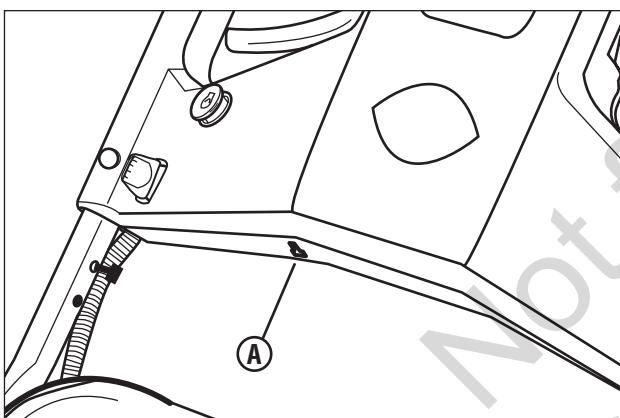

Figure 11 : Point d'accès de recharge de la batterie
1. À l'aide du chargeur fourni, brancher le connecteur du chargeur dans le point d'accès de recharge de la batterie (A, Figure 11). Brancher le chargeur dans une prise murale et recharger la batterie pendant 12 à 24 heures. (Des périodes plus longues n'endommageront pas la batterie.)